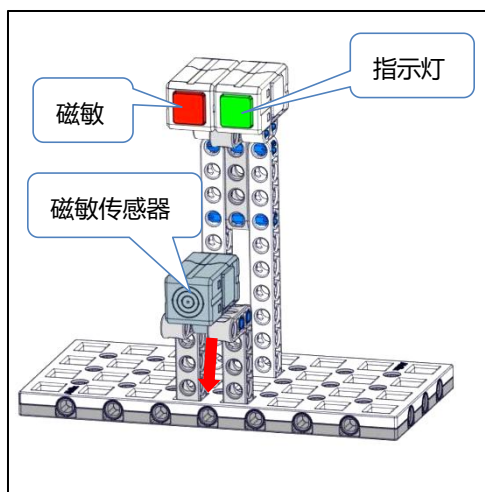

图 4-13-1 初始状态
4.13.1 无线充电任务模型的初始位置为一层 C 识别信号灯位置，位置和方向都是固定的，红色箭头为模型的正面朝向。模型上有个磁敏传感器，详情参考程序数值，图 4-13-1 所示。